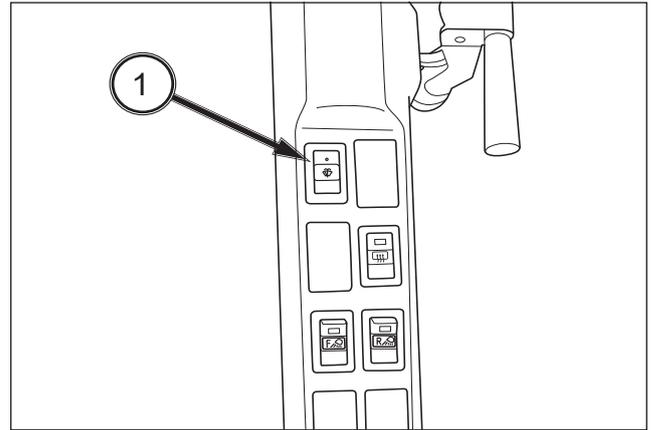

FIG. 131
FIG. 131: Presione la parte superior del interruptor (1) para poner en marcha el limpiaparabrisas delantero y presione más fuerte para esparcir el líquido lavador. Pulse la parte inferior del interruptor para detener el limpiaparabrisas. Presione con más fuerza la parte inferior del interruptor para que solo salga líquido lavaparabrisas.